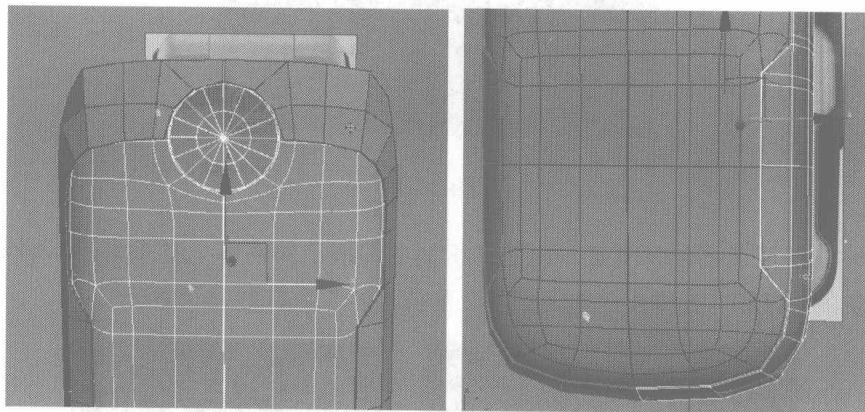

图 4.70
- 23** 切换为边线编辑, 用 Connect 命令分别在手机侧边的面上适当添加一些细分线, 并进行调整, 效果如图 4.70 所示。